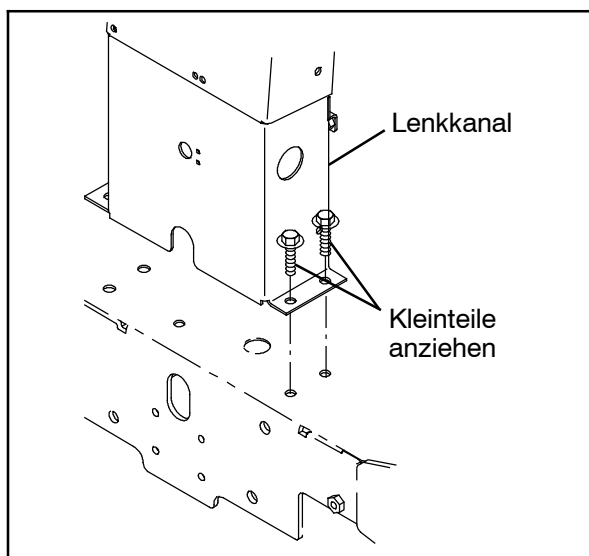

ABB. 41
15. Ziehen Sie die Kleinteile des Lenkkanals mit (37 - 48 Nm / 27,3 - 35,4 ft lbs) fest. (Abb. 41)